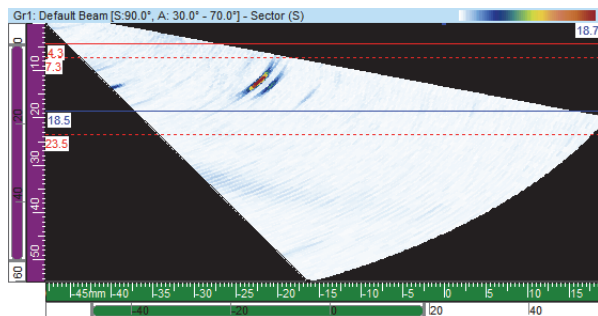

図 4-19 セクター (S) ビューでの欠陥指示周辺のカーソルの例
2. FocusPC の側面 (B)、端面 (D)、またはセクター (S) ビューで、校正ブロックの基準反射源の上下に基準 (赤) カーソルと測定 (青) カーソルをそれぞれ配置します (120 ページの図 4-19)。
4. FocusPC の側面 (B)、端面 (D)、またはセクター (S) ビューで、校正ブロックの基準反射源の上下に基準 (赤) カーソルと測定 (青) カーソルをそれぞれ配置します (120 ページの図 4-19)。